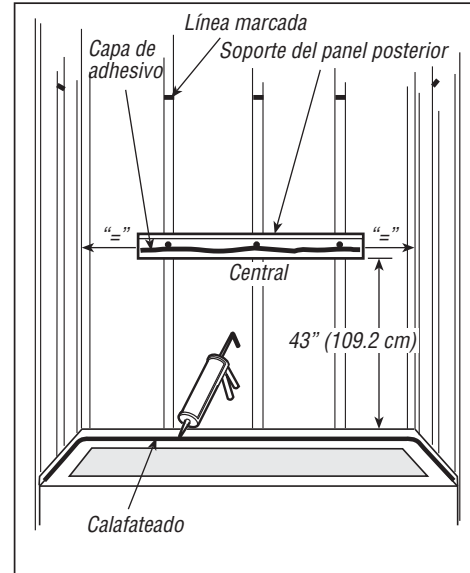

Figura 3
- 3** Ubique y clave la placa de soporte del panel posterior a las vigas como se indica en la Figura 3. Coloque una capa de adhesivo en la placa de soporte. Coloque una capa de sellador a lo largo del borde de la base y también rellene todas las ranuras con sellador. Coloque el panel posterior en su lugar dentro del hueco. Presione firmemente en el centro del panel para asegurar el contacto con el adhesivo de la placa de soporte.